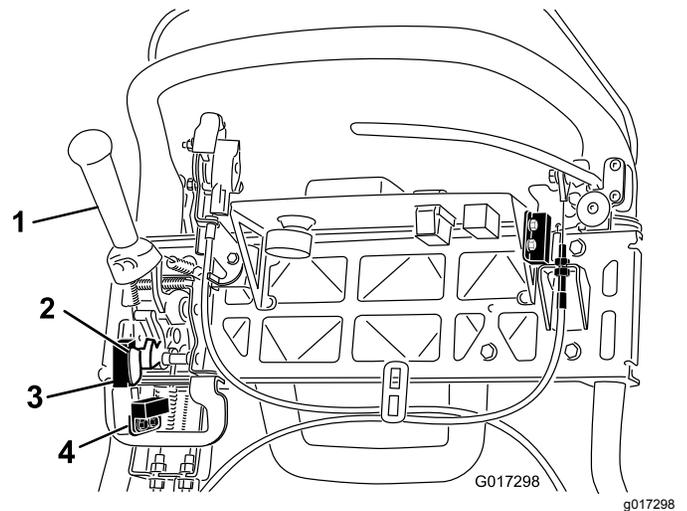

Bild 42
4. Lösen Sie die Befestigungsschrauben des Sicherheitsschalters (Bild 42).
5. Legen Sie eine 1,6 mm dicke Beilagscheibe zwischen den Fahrtriebshebel und den Sicherheitsschalter (Bild 42).
4. Lösen Sie die Befestigungsschrauben des Mähensors (Bild 42).
5. Legen Sie eine 1,6 mm dicke Beilagscheibe zwischen das Mähensorflag und den Mähensensor (Bild 42).